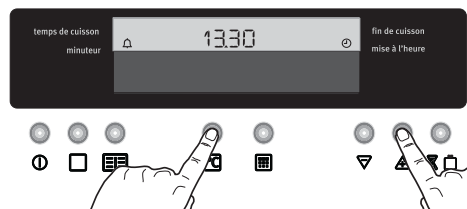

Fig. 18
1. Appuyez sur les touches °C et ▲ pendant 2 secondes environ (Fig. 18). Le système émettra un bref signal sonore.